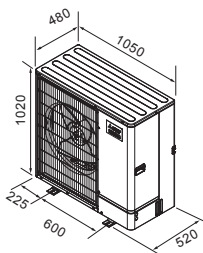

Fig. 2-1
2.2. Yttre dimensioner (Utomhusenhet) (Fig. 2-1)